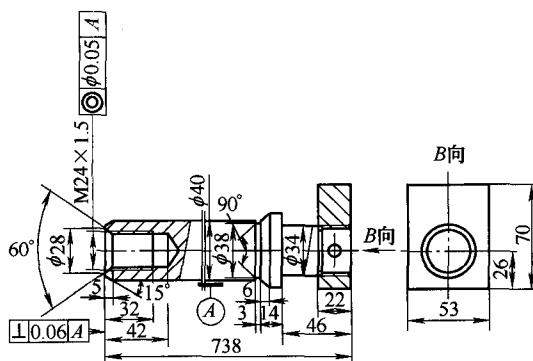

图 2
(1) 改造措施1 将阀杆轴材质改为2Cr13不锈钢, 方头材质改为Q235A。阀杆与方头处螺纹配合之后再行焊接(见图2), 选用铬镍奥氏体焊条, 以提高接头的塑性和韧性, 防止裂纹产生, 同时还可降低预热温度, 改善作业条件。一般应选用A302或A402焊条, 重要工件可用A307或A407碱性焊条。预热温度为200~300℃, 焊后缓冷, 焊好后安好定位销。